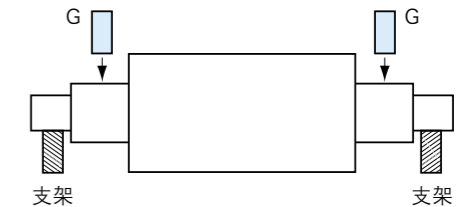

图 3.31
- 挡肩径面（轧辊研磨支承面）磨完之后，再磨辊颈。磨后，检查圆度、跳动、左右辊颈同心度（见图 3.31）。